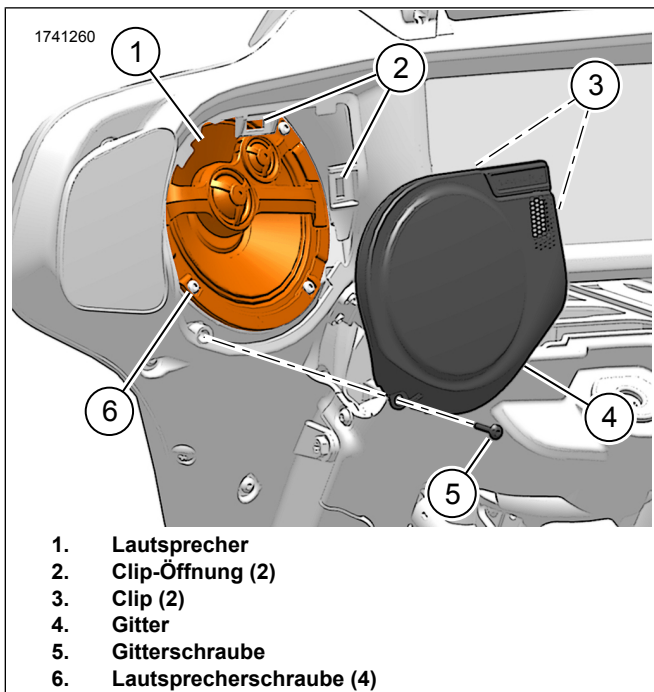
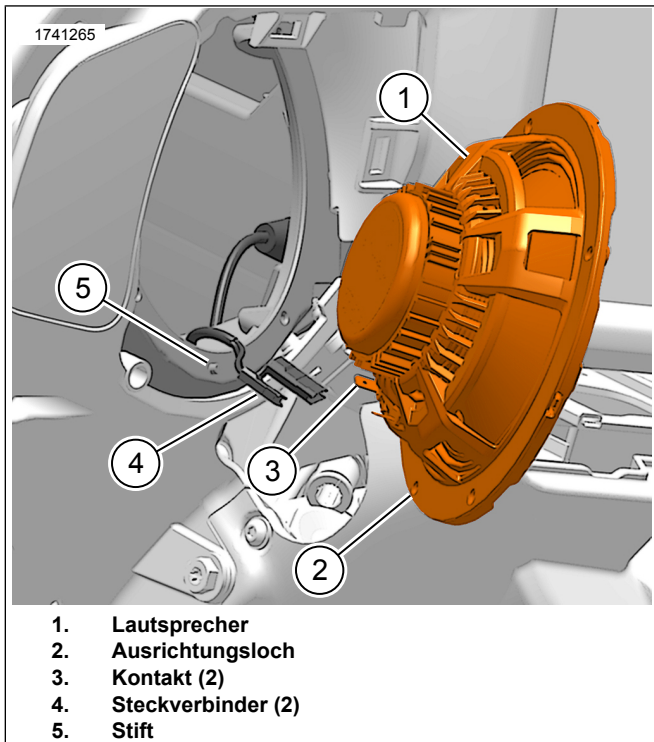

Abbildung 3. Lautsprecher und Gitter (Stage II abgebildet, Originalausstattung ähnlich)
Abbildung 4. Anschluss Verkleidungslautsprecher
1. Abbildung 3 Das Originalausstattung (Original) -Lautsprechergitter entfernen.
- a. Die Schraube (5) und das Gitter (4) entfernen.
- b. Die Clips (3) mit einem keine Schäden verursachenden Werkzeug aus den Clip-Öffnungen (2) heraushebeln.
2. Die Lautsprecherschrauben (6) entfernen.
3. Abbildung 4 Den Original -Lautsprecher entfernen.
- a. Den Lautsprecher (1) weit genug von der Verkleidung entfernen, um Zugang zu den Steckverbindern (4) zu erhalten.
- b. Die Steckverbinder (4) von den Lautsprecherkontakten (3) trennen.
2. Abbildung 4 Den Stage I oder II Lautsprecher einbauen.
- a. Die Steckverbinder (4) an den Lautsprecherkontakten (3) anschließen.
- b. Den Lautsprecher (1) in das Gehäuse einbauen.
3. Abbildung 3 Die Lautsprecherschrauben einbauen.
- a. Die Schrauben (6) abwechselnd befestigen.
- b. Abbildung 3 Das Gitter anbringen und dabei die Gitterclips (3) in den Clipöffnungen (2) ausrichten.
- c. Die Schraube (5) anbringen. Festziehen.